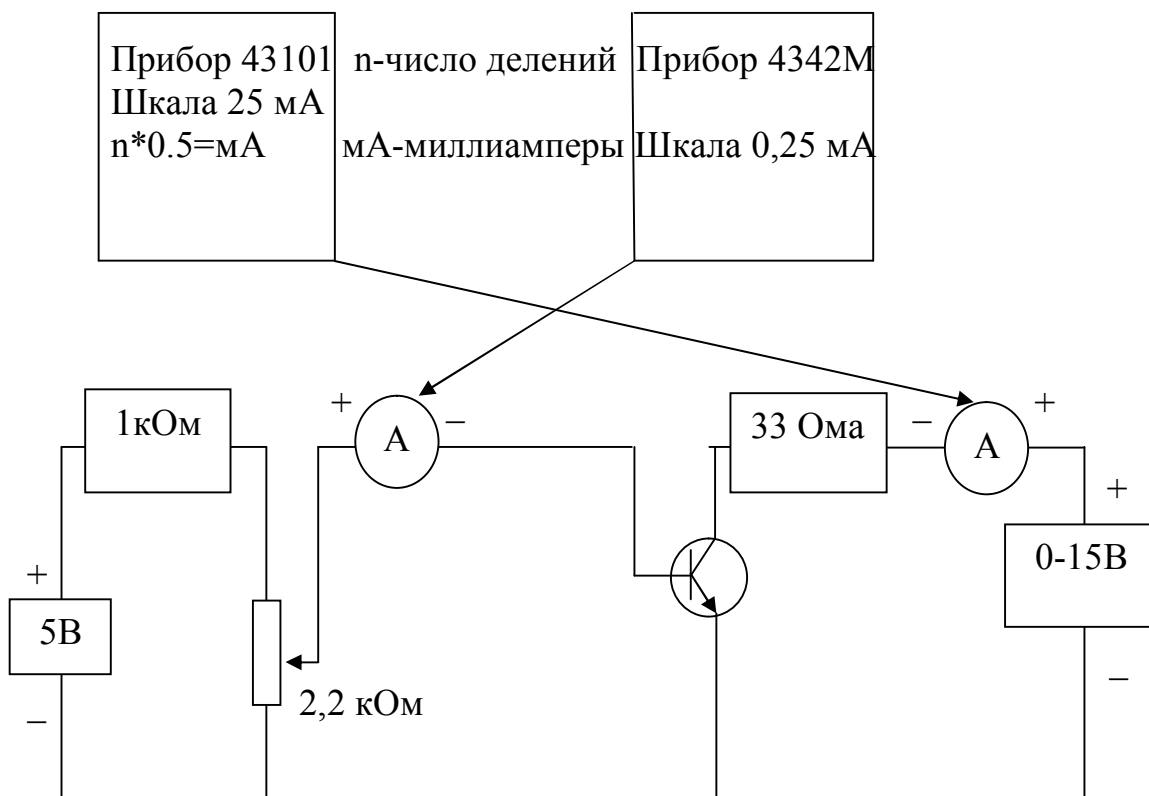

Рис. 3.7. Схема для снятия выходных ВАХ при транзистора
7. Собрать схему для снятия семейства выходных характеристик в соответствии с рис. 3.7. или 3.8.